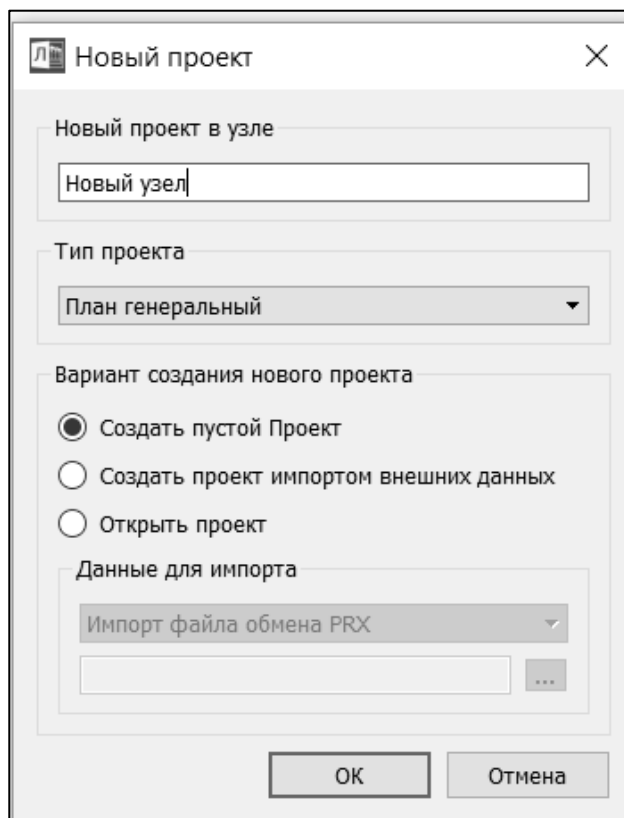

Рис. 1.10. Создание нового проекта
2. Откроется диалог НОВЫЙ ПРОЕКТ, в котором выбирается необходимый вариант импорта (рис. 1.10).